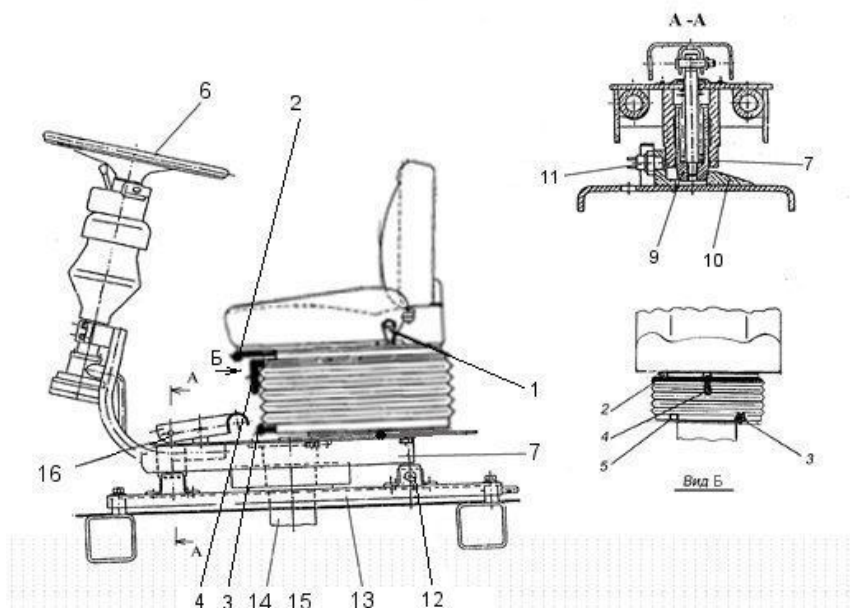

Рис. 43 Реверсивный пост управления
Ввиду необходимости движения машины при работе с ковшем в одну сторону, а при работе отвалом - в противоположную, в кабине машины установлен реверсивный пост управления (рис. 43).
- нажать ногой на педаль 16 (рис. 43) и развернуть пост управления на 180°. Разворот производить влево, если водитель сидит лицом к двигателю, и вправо, если водитель сидит лицом к погрузочному оборудованию. По окончании разворота поворотная платформа стопорится в ограничителе 10, при этом от упора срабатывает датчик 12 (при развороте в сторону ротора) и на пульте реверса 17 (рис. 2) загорается сигнальная лампа "РЕВЕРС", сигнализирующая о готовности к работе электрооборудования машины в режиме заднего хода.
При развороте поворотной платформы в сторону двигателя аналогично срабатывает датчик 11 (рис. 43), при этом на пульте реверса загорается сигнальная лампа "ПЕРЕДНИЙ ХОД" – электрооборудование подготовлено к работе в режиме переднего хода.